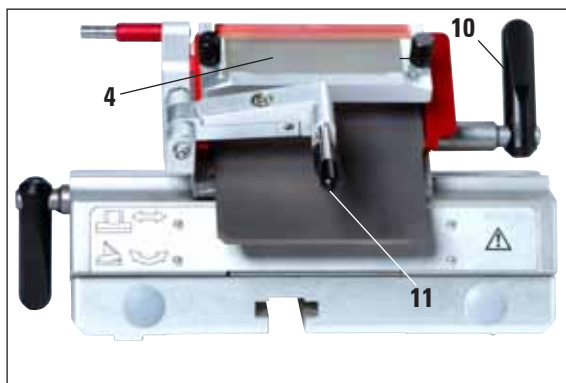

Fig. 4
4. Spänn fast spännsaken (10) genom att vrida den medurs (se fig. 4).
5. Vik antirullningssystemet (4) bakåt åt höger (mot bladet) med hjälp av spaken (11).